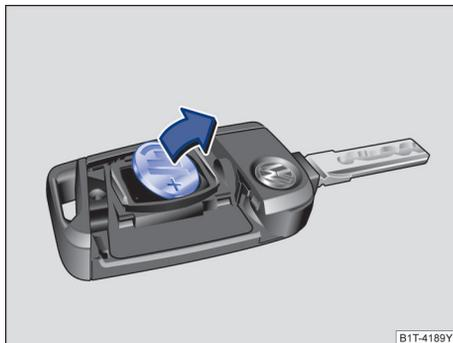

图 53 汽车钥匙：取出旧电池
- 用一合适的扁平器具从电池盒里撬出电池→图 53。
- 安放新电池，然后沿→图 53 箭头相反方向将其推入电池盒内→②。